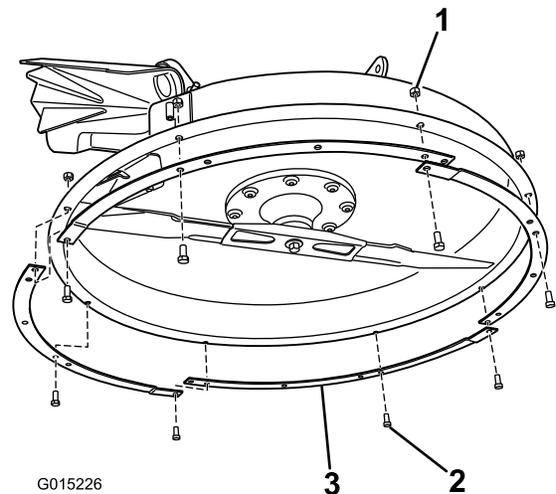

Figura 3
1. Montate gli anelli del piatto a interblocchi sulla parte inferiore del tosaerba (Figura 3).